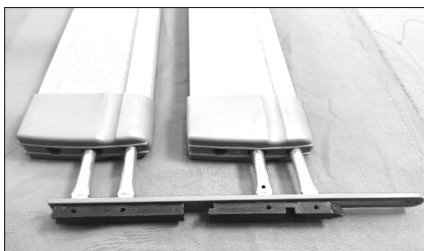

Fig.5
- Inserire i tubolari circolari delle slitte negli appositi fori ai lati delle sponde, facendo attenzione che la parte sagomata e la parte appuntita delle sponde e della slitta siano rivolte verso l'alto. Montare le slitte su entrambi i lati. (Fig.5)